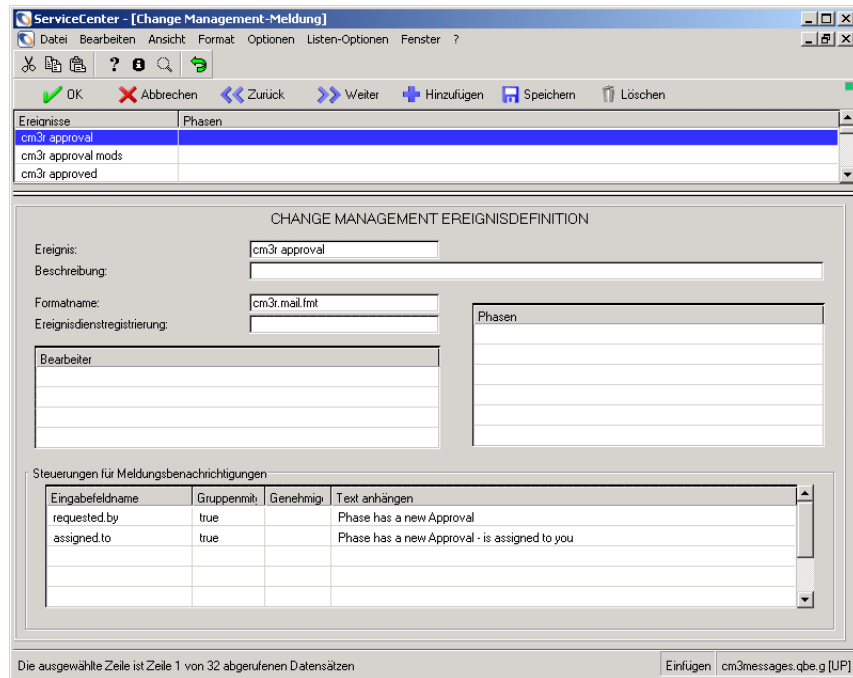

Abbildung 10-81: Zugriff auf die Datei „ocmevents“
- 4 Wählen Sie den anzuzeigenden Datensatz durch Klicken auf den gewünschten Ereignisnamen aus. Abbildung 10-81 zeigt den ausgewählten Ereignisdatensatz.
Gruppenmitglied?	Jeder Bearbeiter im Array Mitglieder erhält E-Mail-Benachrichtigungen. Hinweis: Obwohl Sie den Wert dieses Feldes im Bereich Steuerungen für Meldungsbenachrichtigungen in der Abbildung 10-81 auf Seite 510 von true in false ändern können, wertet die Anwendung cm3r.alert.trigger , die Alert-Meldungen erstellt, die Bedingungen für die Empfänger des Datensatzes cm3r update jedoch nicht aus.